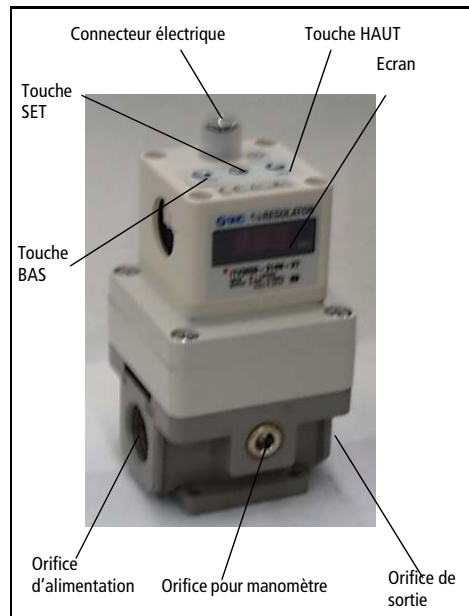

Fig 1
- Pour régler la pression mini (L'écran affiche F-1), utilisez les touches Haut/Bas (Fig 1). Pressez la touche SET (Fig 1) pour valider le réglage.
- Pour régler la pression maxi (L'écran affiche F-2), utilisez les touches Haut/Bas (Fig 1). Pressez la touche SET (Fig 1) pour valider le réglage.
- Pour régler la sortie 1 (L'écran affiche P 1), utilisez les touches Haut/Bas (Fig 1). Pressez la touche SET (Fig 1) pour valider le réglage.
- Pour régler la sortie 2 (L'écran affiche P-2), utilisez les touches Haut/Bas (Fig 1). Pressez la touche SET (Fig 1) pour valider le réglage.
Les touches sont bloquées après avoir connecté la source de courant, et ne peuvent pas être utilisées. L'écran affiche 'Loc' (Fig 1) en pressant les touches.
- Pressez 'Bas' (Fig 1) durant plus de 2 secondes.
- Pressez la touche 'set' (Fig 1) pour débloquer les touches.
Note: Pour annuler, pressez la touche 'Haut' (Fig 1).
- Pressez 'Haut' (Fig 1) durant plus de 2 secondes.
- Pressez la touche 'Set' (Fig 1) pour bloquer les touches.
Note: Pour annuler, pressez la touche 'Bas' (Fig 1).
Si une anomalie est détectée par l'ITV3000, l'écran (Fig 1) affiche 'Er' + un numéro de code. Isolez l'alimentation et résolvez le problème. remettez sous tension.
Pressez les touches Bas et Haut (Fig 1) ensemble durant plus de 3 secondes. L'écran affiche 'RES'. Débloquez les touches pour remettre les pressions mini, maxi et les sorties P1 et P2 aux conditions initiales.
Note: Si l'alimentation excède 30 mA, le capteur l'indique à l'aide de la LED (Fig 1) et il affiche 'Er 5'